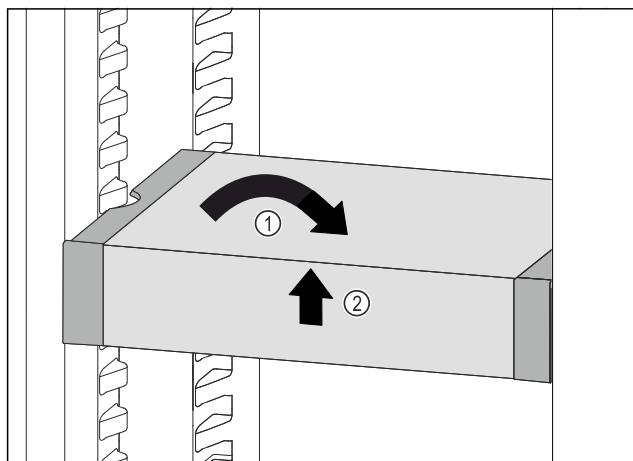

Fig. 171
- Predal VarioSafe postavite ravno. Fig. 171 (1)
- Predal VarioSafe dvignite spredaj. Fig. 171 (2)